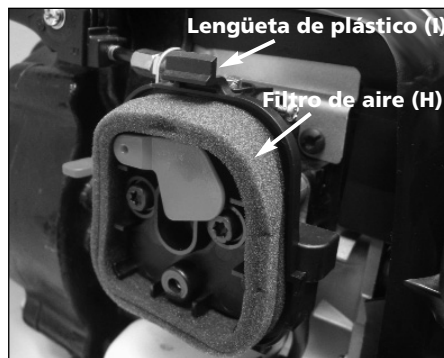

Figura 8
2. Retire el filtro de aire (H) de la caja de ventilación. (Vea la Figura 8).
7. Vuelva a instalar la cubierta del filtro introduciendo la lengüeta de plástico (I) en la ranura de la cubierta (Vea la Figura 8). Gire la cubierta hacia abajo para que quede apoyada contra el filtro de aire. Ajuste la perilla a mano.